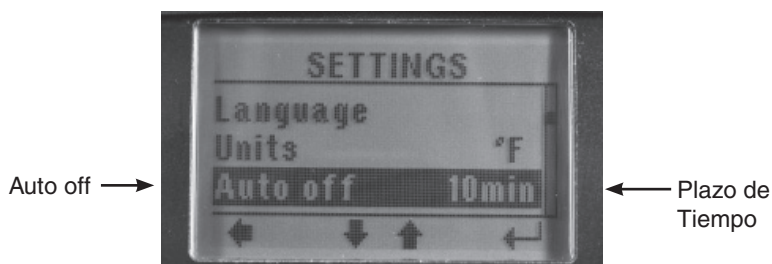

Figura 14. Auto Off
3. Use los botones ARRIBA/ABAJO para desplazarse hasta "Auto off" (Figura 14)